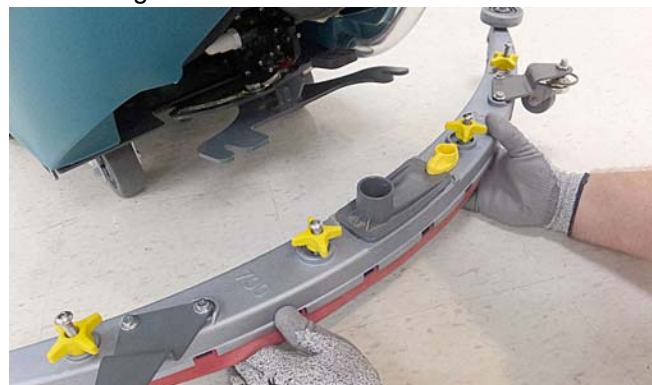

ABB. 5
2. Befestigen Sie die Abstreifleisten-Einheit, wie angegeben, an der Abstreifleisten-Halterung (Abbildung 5). Ziehen Sie die Knöpfe an, um die Abstreifleisten-Einheit an der Halterung zu befestigen.